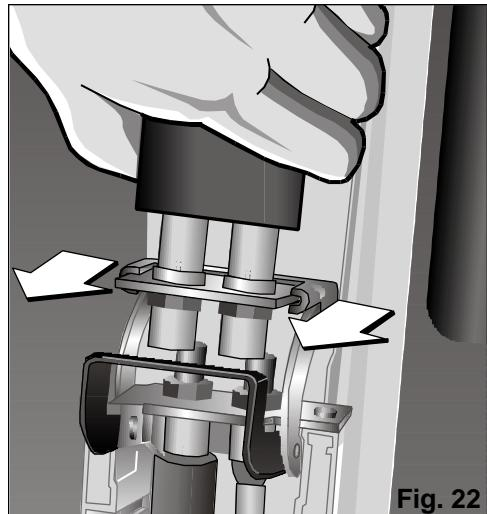

Fig. 22
□ Extraire le tuyau de ses guides de logement en le tirant vers l'extérieur. Fig. 22.